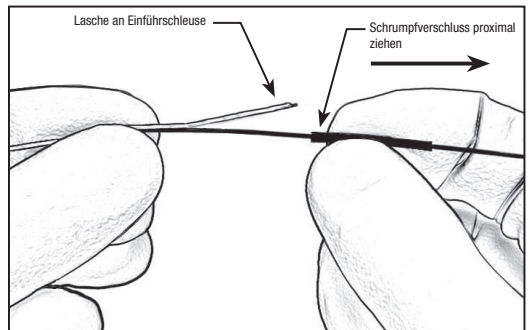

Abbildung 3 – Schrumpfverschuss proximal ziehen
16. Das Produkt knapp distal zum Schrumpfverschuss halten und den Schrumpfverschuss nach proximal ziehen, um die Lasche der Einführschleuse freizulegen. Siehe Abbildung 3.